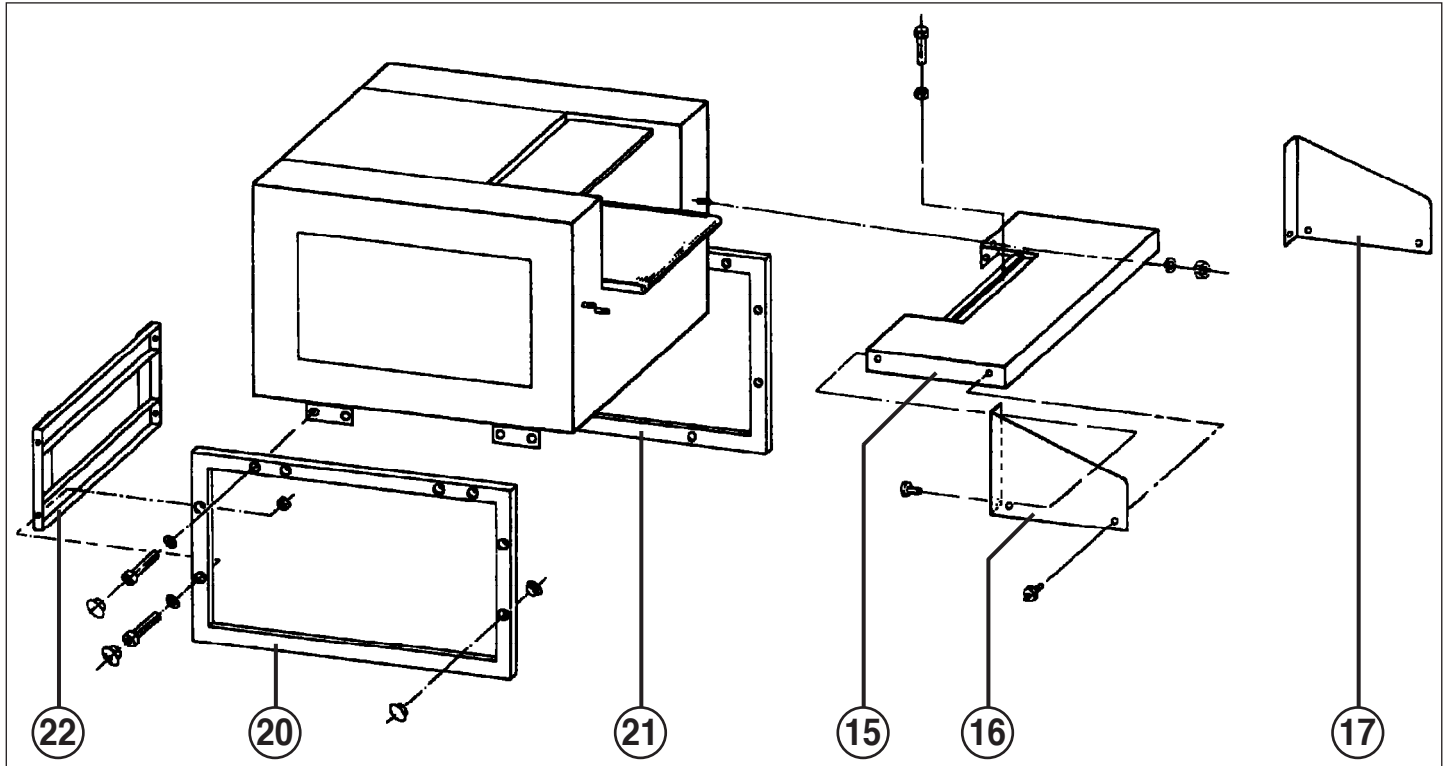

Fig. 1
- 15 = Tavolo (fig. 1)
- 16 = Squadretta di protezione a sinistra (fig. 1)
- 17 = Squadretta di protezione a destra (fig. 1)
- 20 = Telaio sinistro (fig. 1)
- 21 = Telaio destro (fig. 1)
- 22 = Lamiera intermedia (fig. 1)
MONTAGGIO DEL SOTTOTELAIO (fig. 1 e 2):
MONTAGGIO DEL TAVOLO (15) (fig. 1):
4. Infilare il cavo di alimentazione corrente del listello di arresto d'emergenza (14) attraverso il passacavo nella parete laterale sinistra della cassa e attraverso l'avvitamento cavi in basso, dopodiché collegare il trefolo blu con il morsetto 20 e il trefolo marrone con il morsetto 19.
MONTAGGIO DELLA SQUADRETTA DI PROTEZIONE (fig. 1):